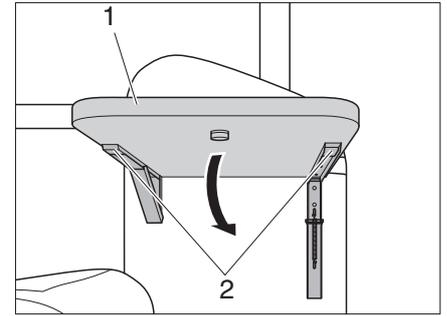

Bild 32 Ablage einklappen
*Ablage einklappen:* ■ Zwei Lösehebel (Bild 32,2) unter der Ablage drücken und Ablage (Bild 32,1) nach unten schwenken.